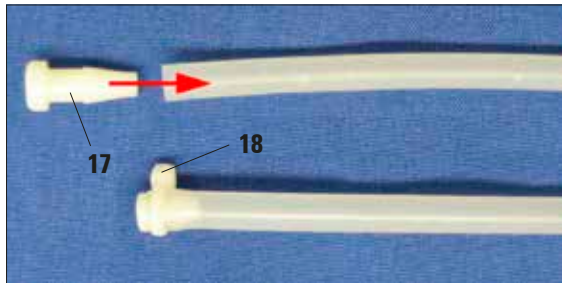

Abb. 27
Wenn nur eine oder zwei Spülstationen benötigt werden, müssen die nicht verwendeten Schläuche mit einem Stopfen (17) verschlossen werden, siehe Abb. 27.
- Dazu den Stopfen durch Drehen vollständig in das Schlauchende drücken und danach mit einem Kabelbinder (18) sichern.